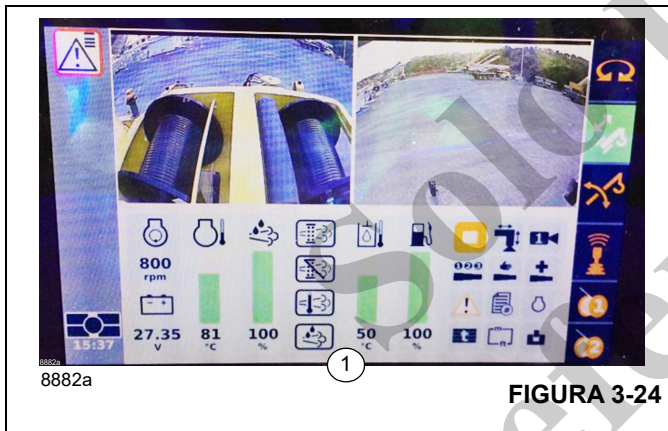

FIGURA 3-24
El menú de inicio se muestra después de activar el encendido (1), (Figura 3-24).